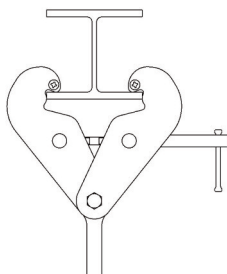

Fig. 8
- Das Lastaufnahmemittel kann gegen unbeabsichtigtes Lösen bzw. Öffnen gesichert werden. Hierzu muss der in der Längsachse der Spannmutter (Fig. 8, Pos. 8) eingesetzte Gewindestift (Fig. 8, Pos. 11) mit einem In-nenschlüssel fest eingedreht werden. Eine vor dem Gewindestift eingelegte Kupferscheibe verhindert die Beschädigung der Spindelstange.